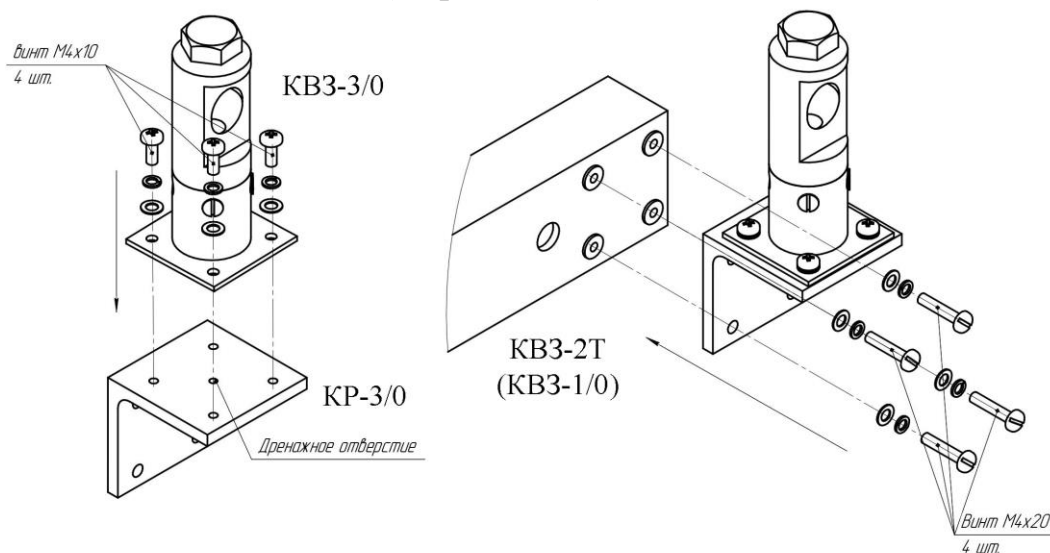

Рис. 10.2
10.2.6 Вариант установки блоков на стене (заграждении) с помощью кронштейна КВЗ-1 (рис. 10.2). Произвести разметку для крепления кронштейна. Центры отверстий располагаются в углах условного прямоугольника  $80 \times 80$ . Просверлить соответствующие отверстия в стене и с помощью шурупов или винтов (болтов) с соответствующими шайбами закрепить КВЗ на заграждении. Прикрепить кронштейн КР-3/0 на КВЗ с помощью винтов. Как закрепить КВЗ-3/0 на блоках БПРМ(БПРД) см. п 10.2.3. Далее блоки закрепить к кронштейну КВЗ-1 и выполнить п.п.10.2.4 и 10.2.5.